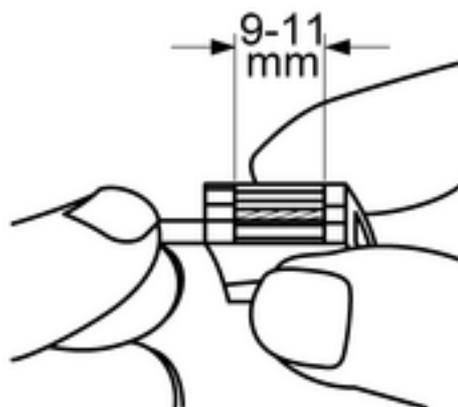

Figure 5: Longueur de dénudage
- Dénuder le conducteur 9 -11 mm (figure 5).